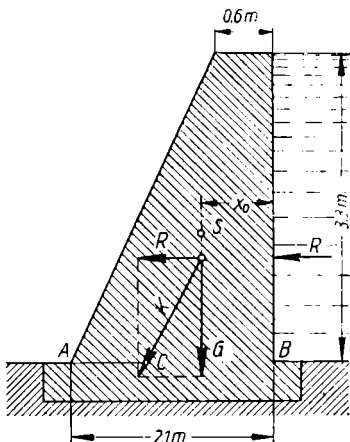

Bild 223
39. Die Staumauer nach Bild 223 von trapezförmigem Querschnitt soll das Wasser auf 3,3 m Höhe anstauen. Zu berechnen ist a) das Gewicht der Mauer bis zur Sohle AB für 1 m Länge und der Wichte 2300 kp/m^3 für Beton; b) die Gesamtkraft R des waagerechten Wasserdruckes für 1 m Mauerlänge; c) die Tiefe y_m , in der der Druckmittelpunkt unter dem Wasserspiegel liegt; d) die Mittelkraft K aus Mauer- und Wasserdruck, welche von der Sohlfläche AB aufzunehmen ist; e) das Lagenmaß x_0 des Schwerpunktes der Trapezfläche; f) das Maß BC für die Lage des Punktes C , in dem die Mittelkraft K die Sohle durchschneidet.